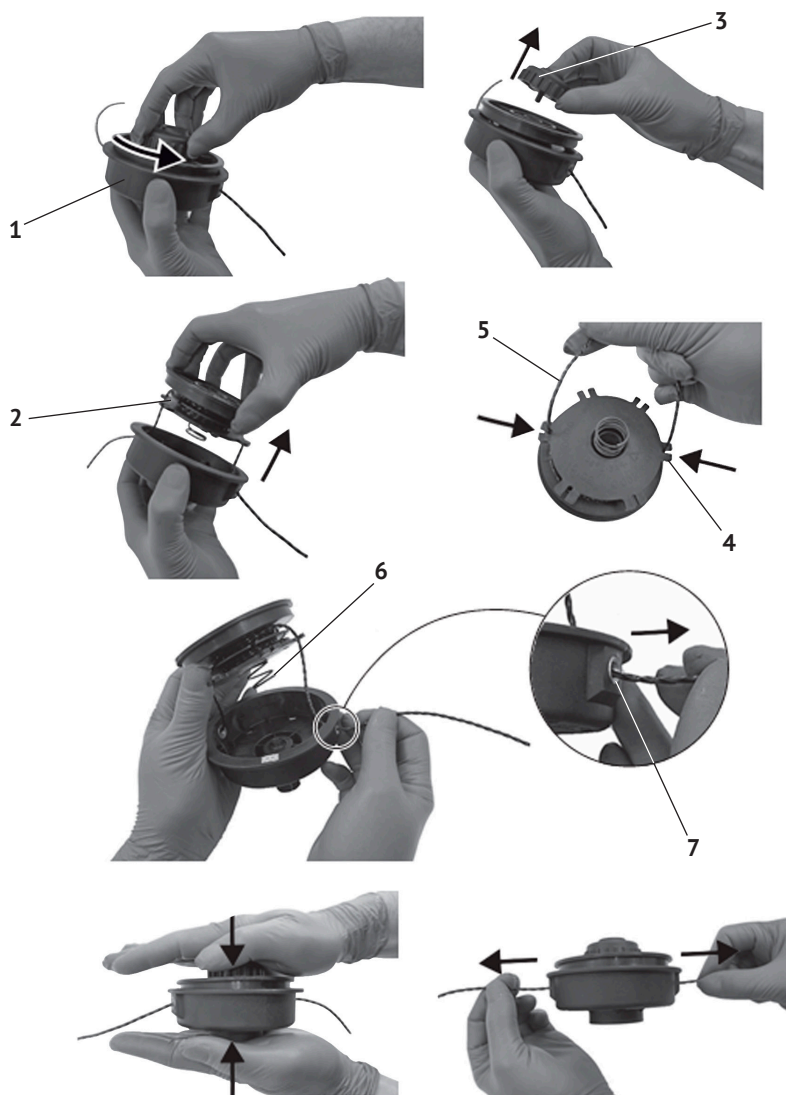

рис. 7
4.1 Замена лески шнулы (головки режущей) (см. рис.7)
- удерживая корпус шнулы (рис.7 поз.1), открутить головку нажимную (рис.7 поз.3) и снять её с крышки (рис.7 поз.2);
- оставить не намотанными концы лески длиной 10-12 см., закрепить их в боковых прорезях (рис.7 поз.4) катушки;
- продеть концы лески в отверстия (рис.7 поз.7) корпуса шпули;